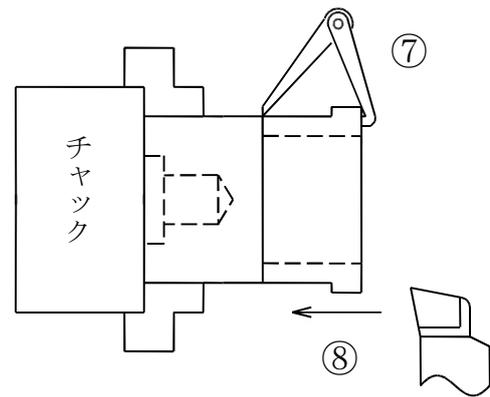

図 7.8
⑦ 工作物のケガキ作業
片パスを使用して端面より 40mm の所にケガキ線を入れる。[図 7.8 ⑦]
[図 7.8 ⑧]